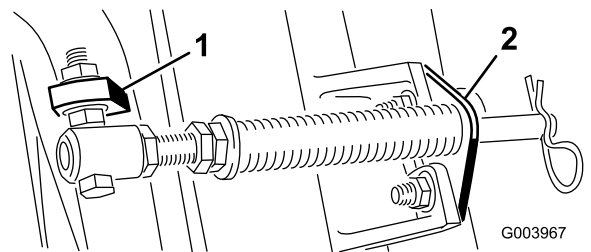
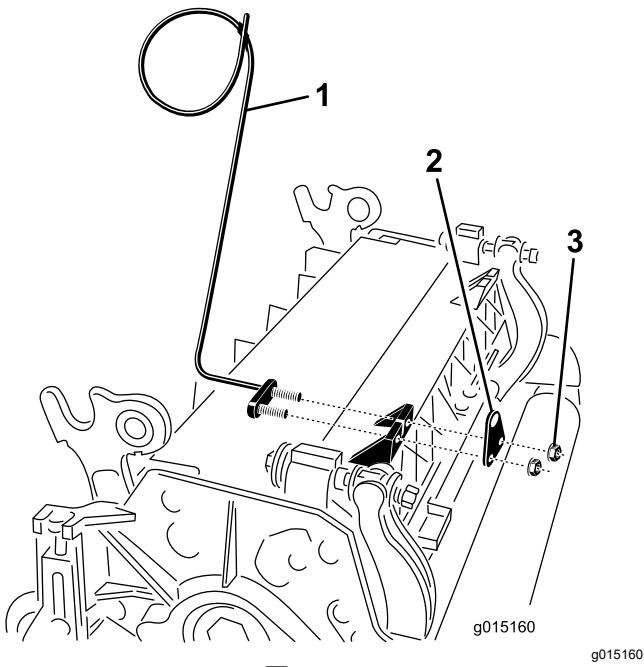

图 11
图 13
注意 将螺栓头朝向凸耳外侧如图 11 所示。
- E. 使用车身螺栓和螺母将杆支架固定到滚刀组凸耳上如图 11。在滚刀组上当重新安装杆支架时将左侧软管导管安装到滚刀组凸耳的前面(图 13)。